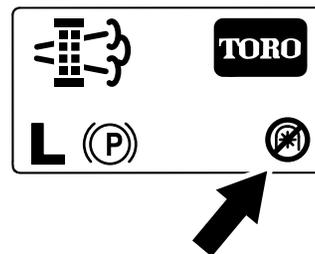

Figure 46
**Remarque:** L'écran d'accueil affiche l'icône de désactivation de la PDF (Figure 46).
**Remarque:** L'écran d'accueil affiche l'icône de désactivation de la PDF ; voir Figure 46 et Messages de régénération en stationnement \(page 42\).